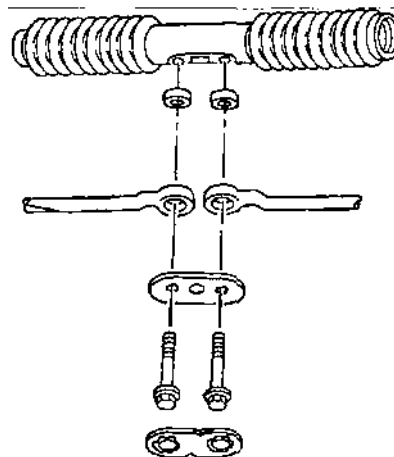

Рис. 6.4.
установки деталей, обеспечивающих шарнирное соединение рулевой тяги с рейкой рулевой передачи (рис. 6.4).
- сняв стопорную пластину, вернуть болты, снять соединительную пластину, отсоединить концы рулевых тяг от рулевой передачи, извлечь опорные шайбы из защитного чехла рулевой передачи (рис. 6.4);
- установить опорные шайбы в защитный чехол между внутренними концами рулевых тяг и ползуном рулевой передачи (рис. 6.4);